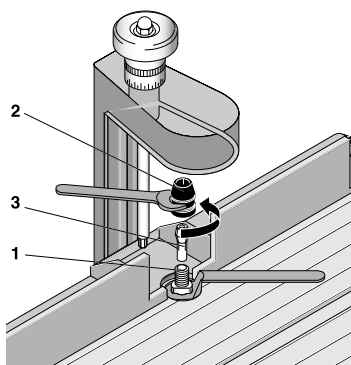

Fig. 3a
1. Mit dem beigelegten Maulschlüssel die Arbeitswelle 1 (siehe Fig. 3a) festhalten, mit dem anderen die Überwurfmutter 2 losdrehen und abnehmen.